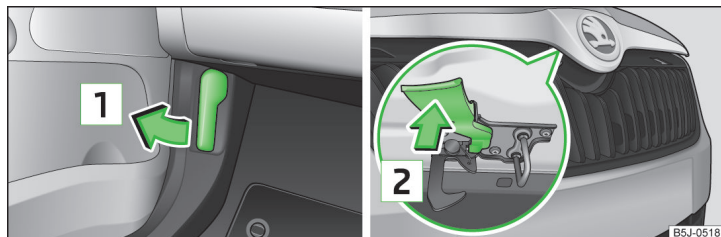

Fig. 132 Leva di sbloccaggio per cofano motore/leva di sbloccaggio
- In corrispondenza della leva di sbloccaggio sotto la plancia tirare nella direzione indicata dalla freccia **1** » fig. 132.
Non aprire mai il cofano motore tramite la leva di sbloccaggio » fig. 132.